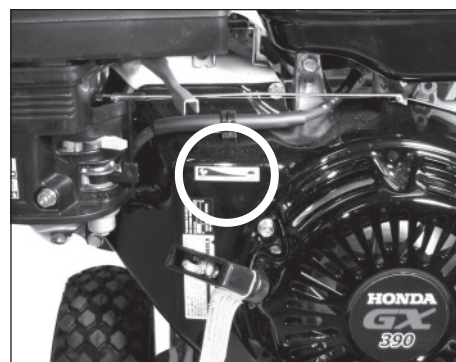

Figure 12 - Manette d'essence
7. Ouvrez la vanne d'arrêt de carburant en tournant le levier vers la droite en position « ON » (MARCHE). Fermez le volet de départ (si le moteur est froid) en déplaçant complètement le levier de départ vers la gauche. Déplacez la manette d'essence complètement vers la gauche sur la position « Run » ou « Rabbit ». Tournez le bouton MARCHE/ARRÊT sur la position « ON » (voir la figure 12).